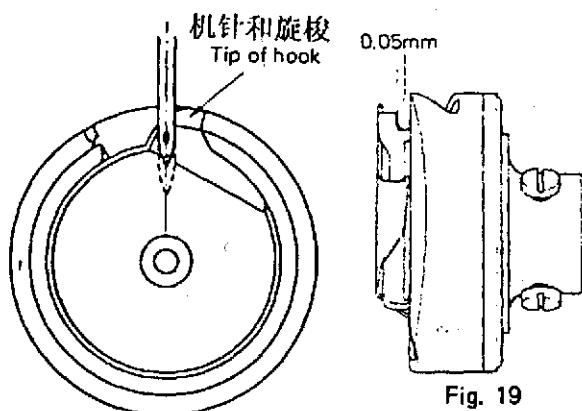

Fig. 19
(1) Поверните маховик рукой так, чтобы игла опустилась в самое нижнее положение. Затем поднимите иглу на 4,5 мм и установите крючок таким образом, чтобы острие крючка опустилось на центральную линию иглы (рис. 19).